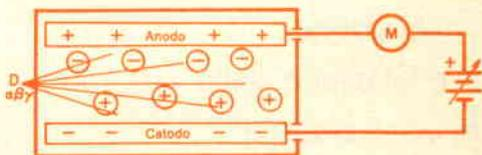

Fig. 3 - Misura della corrente di ionizzazione.
**RIVELAZIONE DELLA CORRENTE DI IONIZZAZIONE** - Nella fig. 3 è rappresentato lo schema base di un rivelatore di radiazione. Collegato al rivelatore e in serie con un sensibile strumento misuratore degli impulsi della corrente di ionizzazione, vi è un alimentatore, la cui tensione può essere variata da zero ad un certo valore alto.
contenga un gas di conteggio (fig. 3) e sia esposta ad una sorgente radioattiva con la tensione di rivelazione a zero. Non esiste un campo elettrico che acceleri gli ioni, i quali vagano disordinatamente ed alla fine si ricombinano. Quindi non si osserva deflessione dell'indice dello strumento.